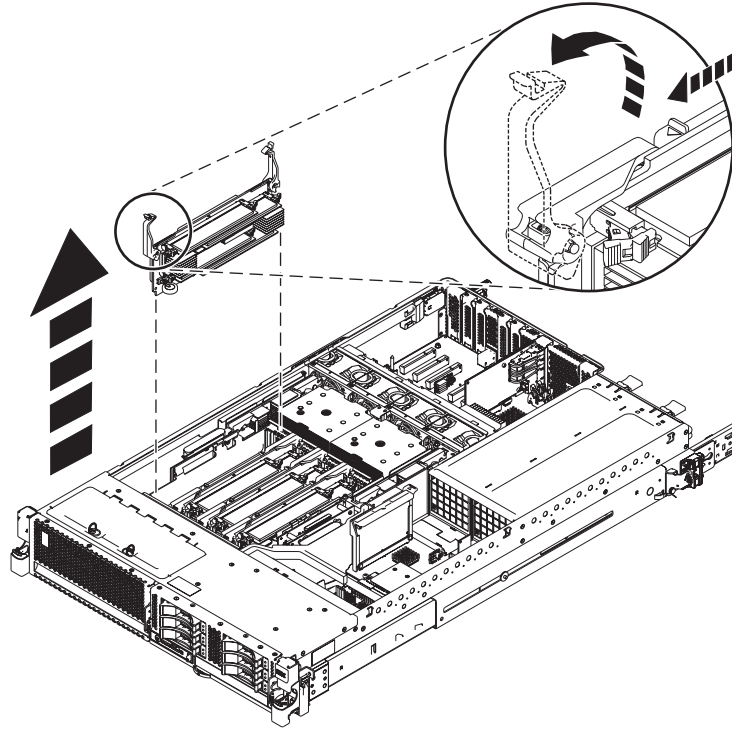

Figure 4. Retrait d'une carte d'extension de module de mémoire
8. Si vous ajoutez de la mémoire à une carte d'extension de mémoire existante, retirez cette dernière du système en tirant sur les taquets de verrouillage afin de les mettre en position ouverte, puis en soulevant la carte pour la retirer du système. Voir la figure 4, à la page 11.